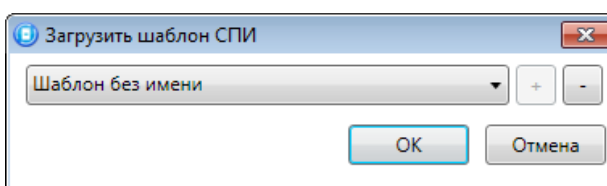

Рисунок 4.46 — Окно *Загрузить шаблон ПОО*
- *Загрузить шаблон настроек:* открытие окна *Загрузить шаблон ПОО* (см. рисунок 4.46), с помощью которого можно сконфигурировать контроллер по предварительно созданному шаблону. Для того чтобы применить шаблон, выберите его в списке и нажмите кнопку *OK*. Для того чтобы удалить один из сохраненных шаблонов, выберите его в списке и нажмите кнопку .